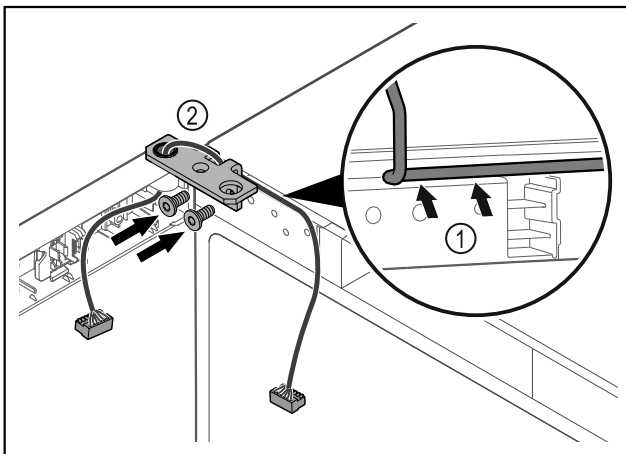

Fig. 41
- Lägg kabeln genom gångjärnsfästets urtag och dra den försiktigt Fig. 41 (1).
- Skruva fast gångjärnsfästet Fig. 41 (2).